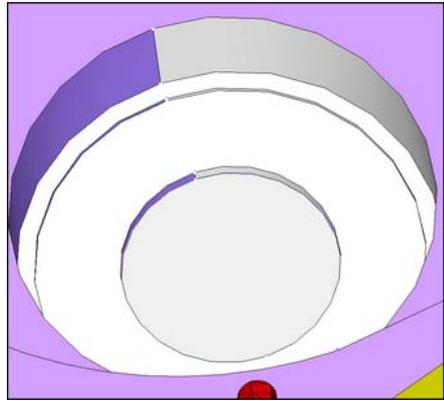

图 5-128 用户自定义特征 TopHole
(5) 单击 move 按钮，然后单击 return 按钮。
(6) 单击  按钮。
- (7) 在弹出的 Define New 窗口中输入 TopHole，然后单击 OK 按钮。
(8) 选择模型顶部大型圆孔结构中的曲面，如图 5-128 所示。